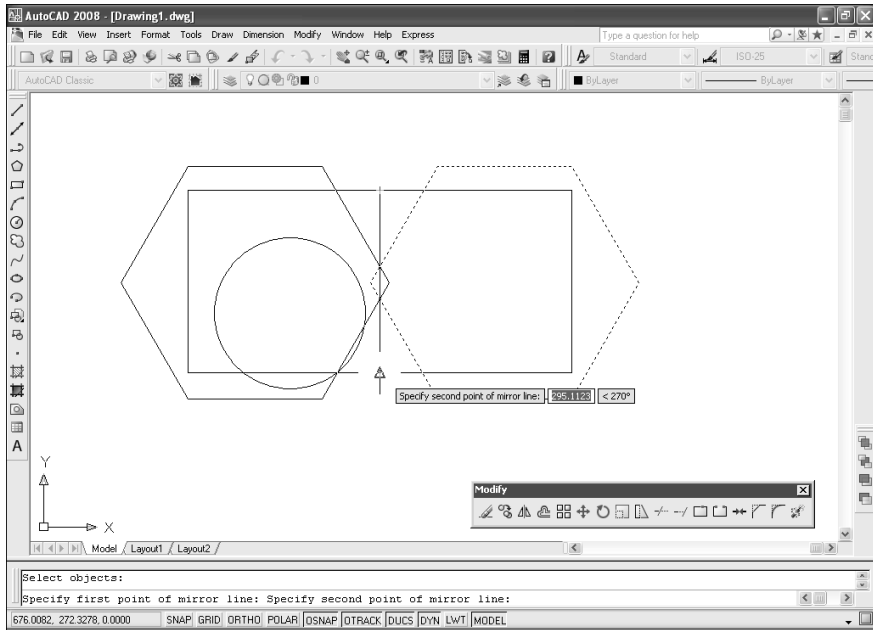

Рис. 4.5. Задание второй точки оси отображения
- Задайте вторую точку оси отображения (рис. 4.5). AutoCAD отобразит следующий запрос: